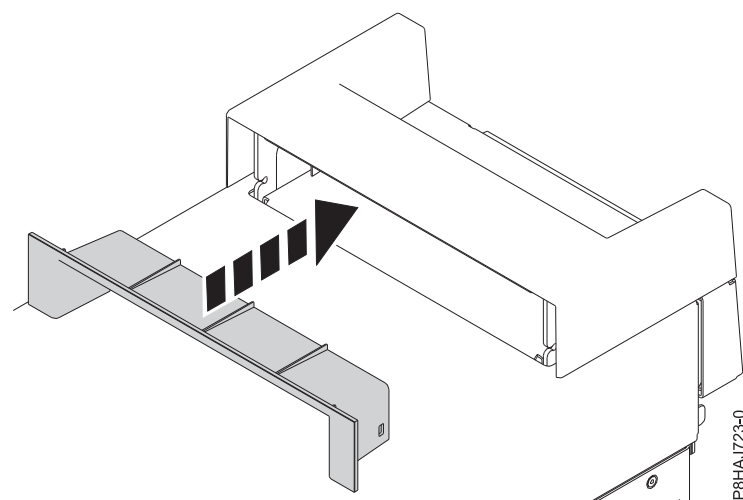

Figura 21. Inserción de la pieza en la tapa de asa en un sistema 8286-41A autónomo
2. Inserte la pieza en la tapa de asa presionándola con firmeza, tal como se muestra en la Figura 21.